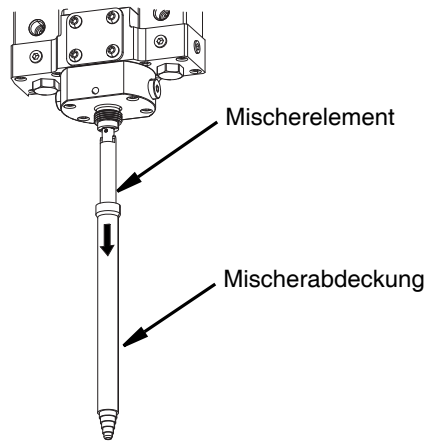

ABB. 21
5. Mischerabdeckung von den Mischer-elementen abnehmen. Siehe ABB. 21.